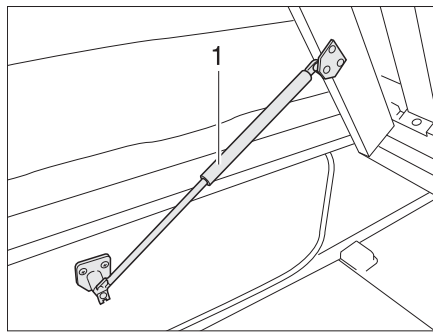

Fig. 61 Cama fija
- Levantar el somier. Los resortes por presión de gas (Fig. 61,1) retienen el somier en la posición abierta.